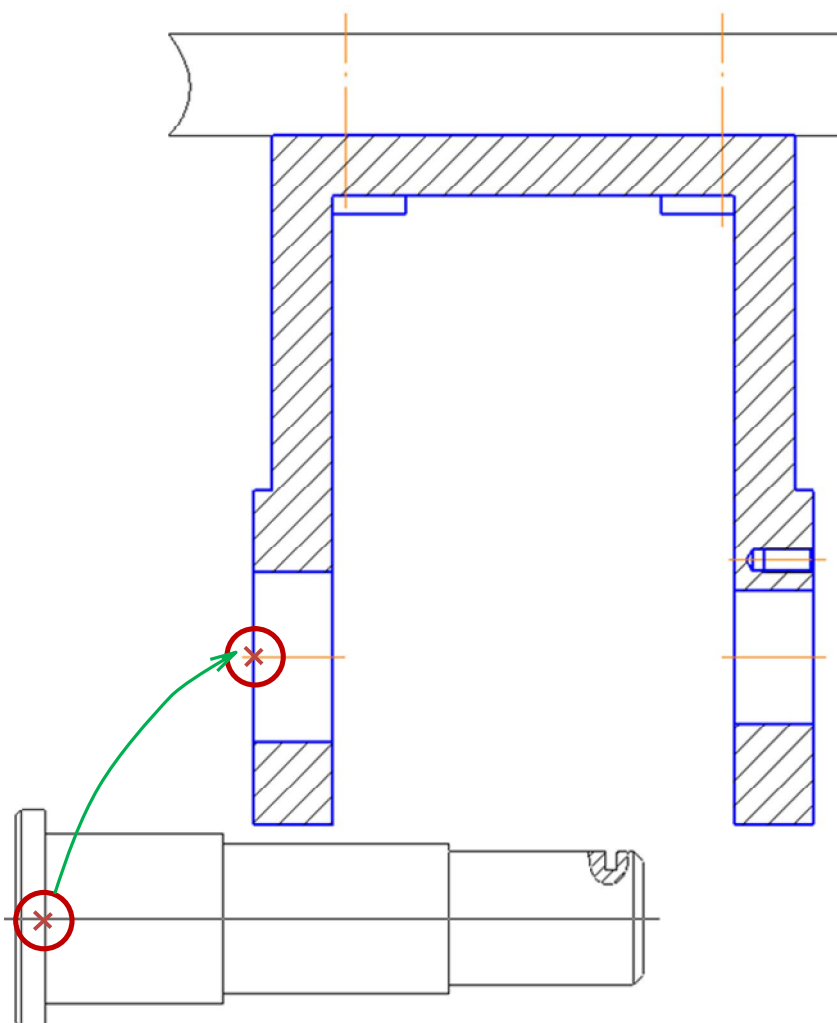

Рис. 4.8. Установка оси в кронштейн
- Выберите базовую точку на кронштейне, как показано на рис. 4.8, и щелкните ЛК мыши.